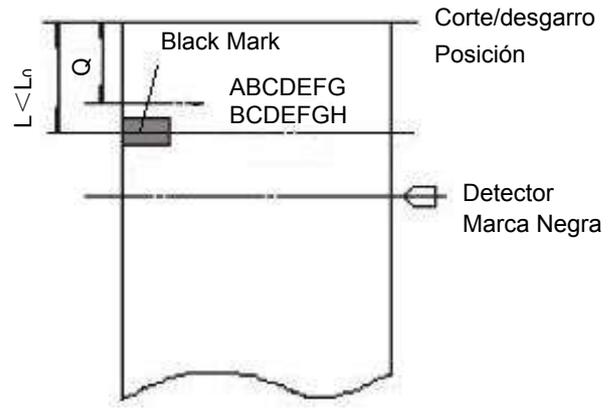

Figura 7-3
2. (1) Cuando la distancia L entre la posición de corte/desgarro y la posición de la marca negra es menor que el valor mecánico inherente L0 de la impresora (mostrado en la **figura 7-3**), el cálculo del desplazamiento de la posición de corte/desgarro se muestra como sigue: